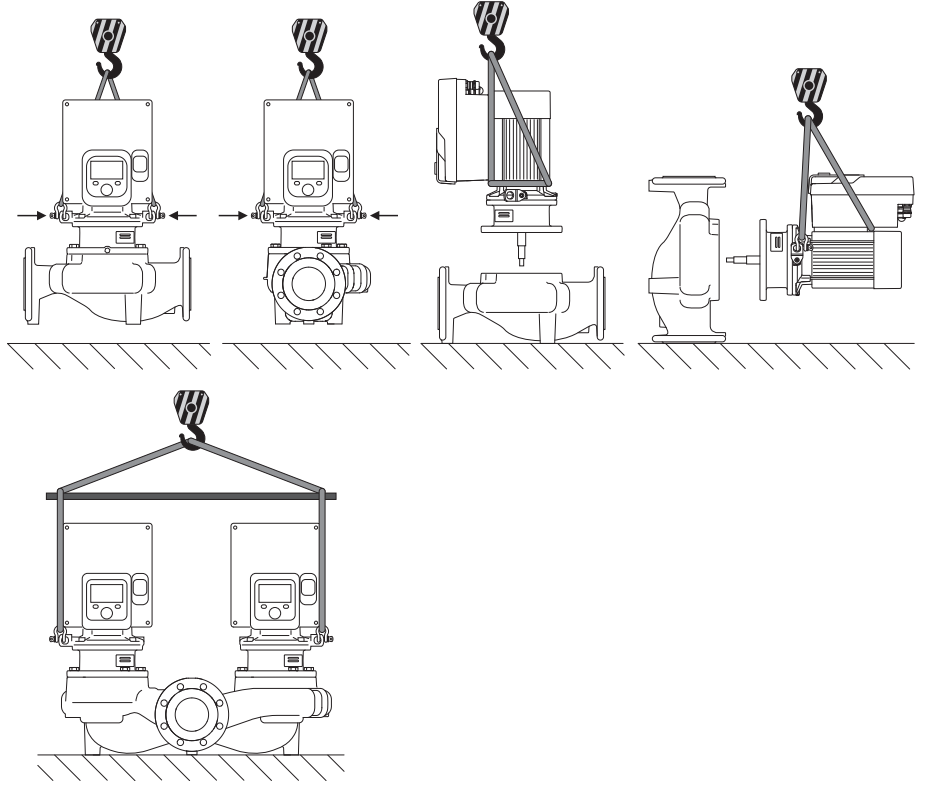

Fig. 6: Kaldırma yönü
Pompa, izin verilen kaldırma üniteleri (palanga, vinç vb.) ile taşınmalıdır. Kaldırma üniteleri, motor flanşında mevcut olan nakliye halkalarına sabitlenmelidir. Gerekirse kaldırma halkalarını adaptör plakasının altına kaydırın (Fig. 6).
2. Takma kitini (Fig. 4) uygun kaldırma araçları kullanarak nakliye halkalarına sabitleyin. Ünitenin devrilmemesi için Fig. 6 uyarınca motorun ve elektronik modül adaptörünün etrafına bir kayış halka geçirin. Sabitleme esnasında elektronik modülün hasar görmemesini sağlayın.